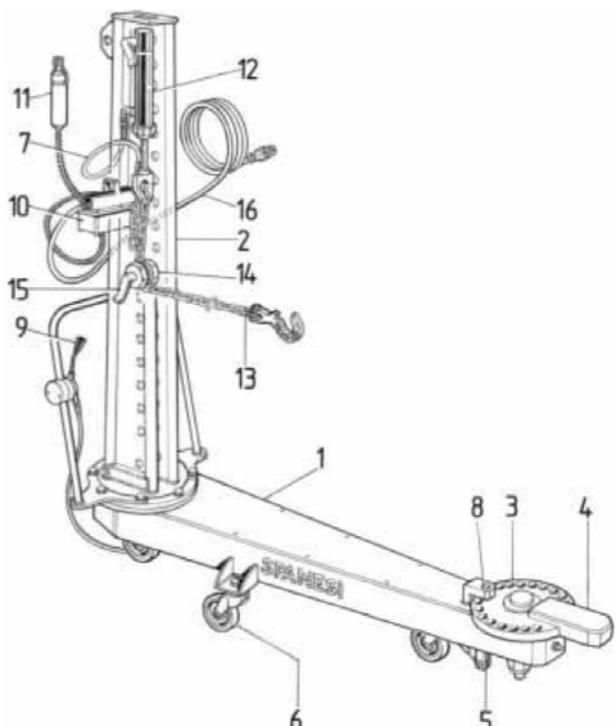

FIGURA 3: Braccio di tiro orientabile
Il sistema è costituito dal braccio di tiro orientabile attrezzato con una pompa di comando a bordo, dalle morsettiera per il fissaggio del veicolo e dalla catena di tiro. Il braccio di tiro orientabile (Figura 3) è costituito sostanzialmente da un montante (2), incernierato al corpo orizzontale ed orientabile nel piano.